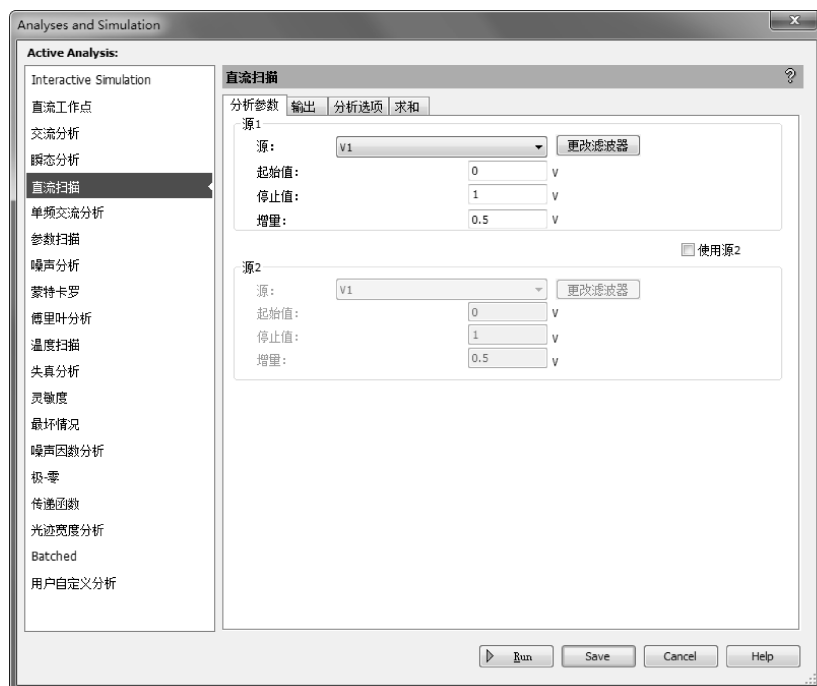

图 9-64 设置扫描特性
- 3) 打开“分析参数”选项卡，设置默认选项，参数如图 9-64 所示。